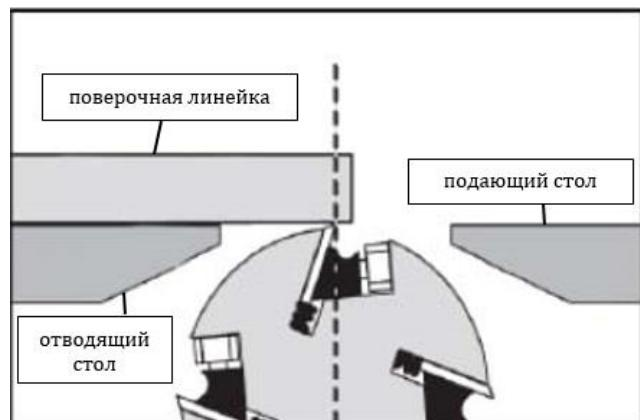

Рис. 16
4. Положение стола и поверочной линейки будет таким, как показано на (*Рис. 16*). При работе с линейкой рядом с режущим валом необходимо соблюдать осторожность, чтобы не повредить ножи.